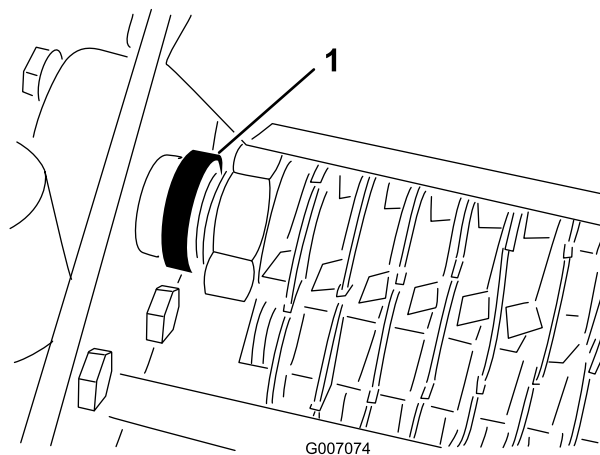

図 13
4. リール・ベアリングについているロックング・カラーから固定ネジを外す（図 13）。